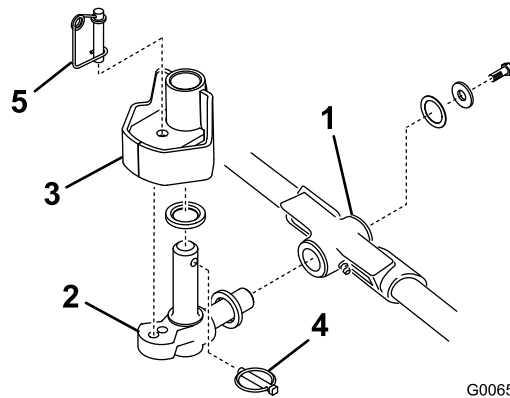

図 17
- スラストワッシャを、ピボットナックルの水平シャフトに差し込む(図17)。
- ピボットナックルの水平シャフトをキャリアフレームの取り付け穴に差し込む(図17)。
- スラストワッシャ、平ワッシャ、フランジヘッドネジを使って、ピボットナックルをキャリアフレームに固定する(図17)。
- ピボットナックルの垂直シャフトにスラストワッシャを差し込む(図17)。
差し込む(図 17)。昇降アームのステアリングプレートの下にある2枚のゴム製センターリングバンパーの間に、ピボットナックルを挟む。
6. ピボットナックルのシャフトに付いている穴にリンチピンを差し込む(図 17)。
**注** カuttingユニットを固定モードで使用する場合には、ステアリングロックピンをピボットナックルの取り付け穴に差し込んでください(図 17)。
11. ステアリングロックピンの下にスプリングを掛ける(図 17)。